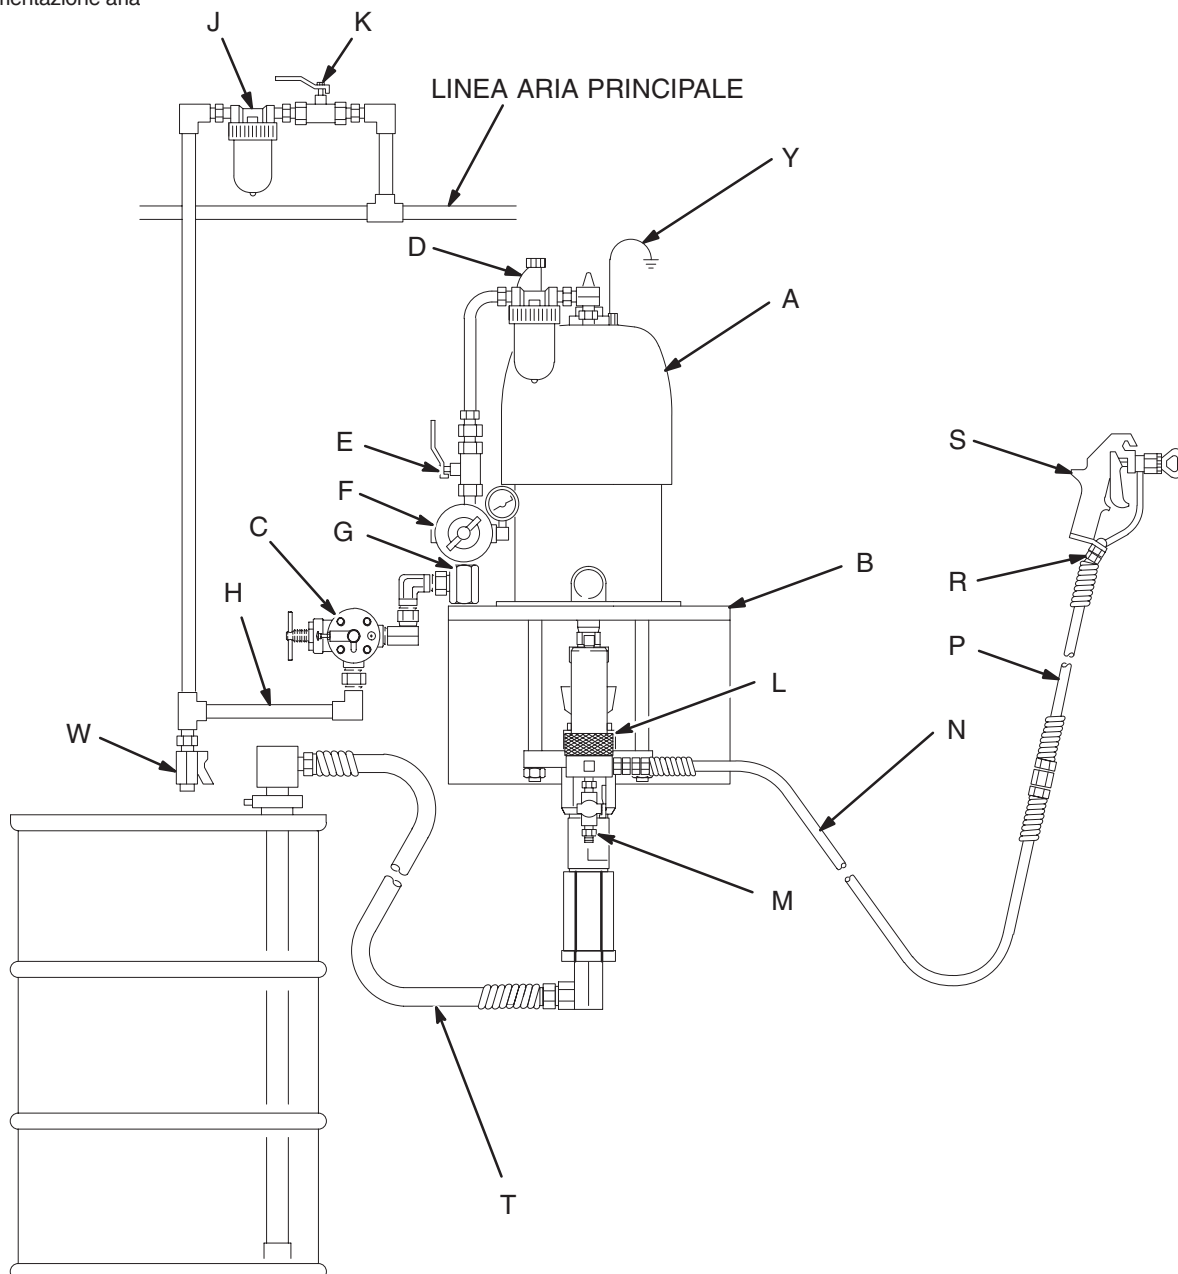

Fig. 3
Montare la pompa (A) in modo adeguato per l'installazione pianificata. La Fig. 3 illustra un sistema di montaggio a parete. Le dimensioni della pompa e la disposizione dei fori di montaggio sono indicate a pagina 27.
Installare i seguenti accessori nelle posizioni riportate nella Fig. 3 usando gli adattatori come necessario: